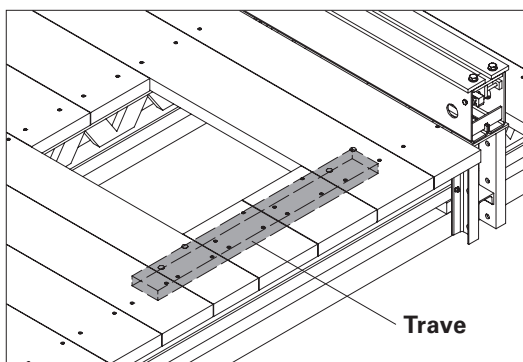

Fig. B3.03
- Se la tavola può essere fissata solo a una trave della piattaforma, inserire un pezzo di transizione per fissare l'impalcato. (Fig. B3.03)